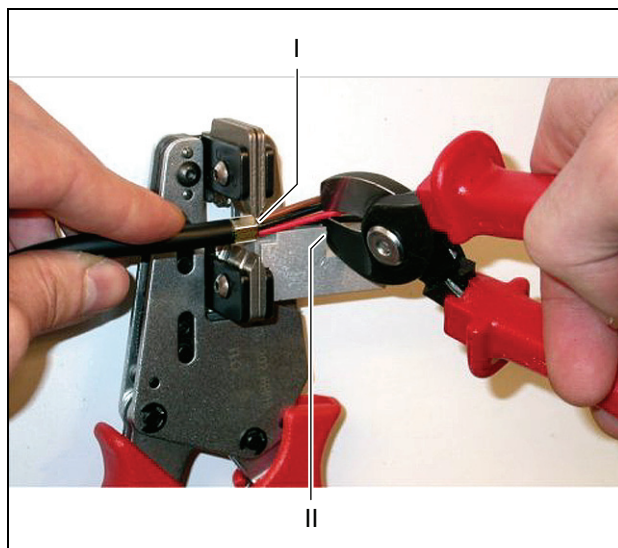

figura 30.10: Corte de un hilo de cobre
- Corte los hilos de cobre a la longitud requerida utilizando el cortador de cables (herramienta 2) y la peladora de cables (herramienta 5). En este extremo, coloque el manguito de engarce en la posición I y corte los hilos de cobre en la posición II (consulte figura 30.10).